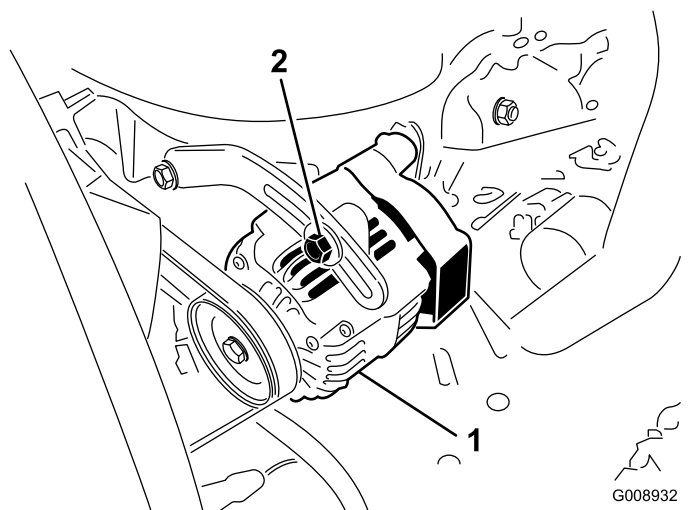

Рисунок 47
2. Если прогиб не равен 10 мм, ослабьте болты крепления генератора (Рисунок 47).